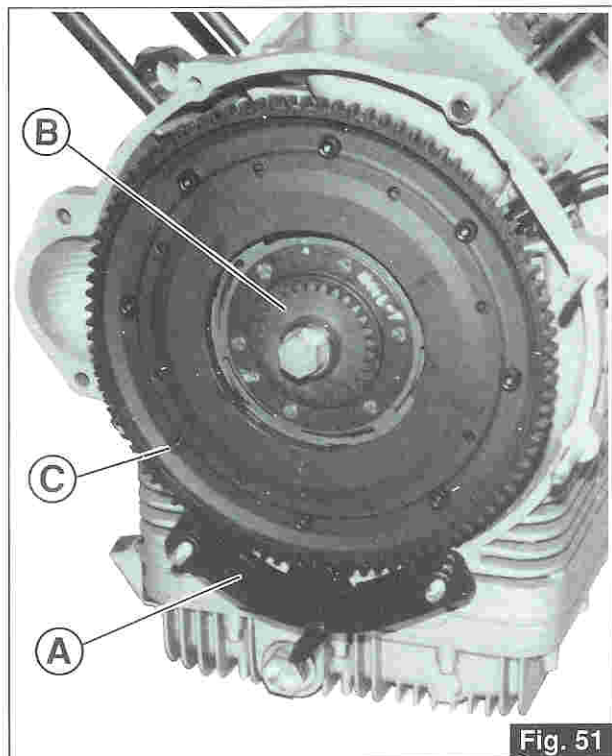

Fig. 51
- Applicare sul volano motore l'attrezzo di bloccaggio «A» (cod. 12 91 18 01) e l'attrezzo «B» (cod. 30 90 65 10) per la compressione delle molle frizione (Fig. 51).
- Svitare le otto viti di tenuta «C» della corona montata sul volano motore (Fig. 51).
- Fit tool «A» (part no. 12 91 18 01) to the flywheel and tool «B» (part no. 30 90 65 10) to compress clutch springs (Fig. 51).
- Unscrew the eight screws «C» holding the ring gear fitted on the engine flywheel (Fig. 51).